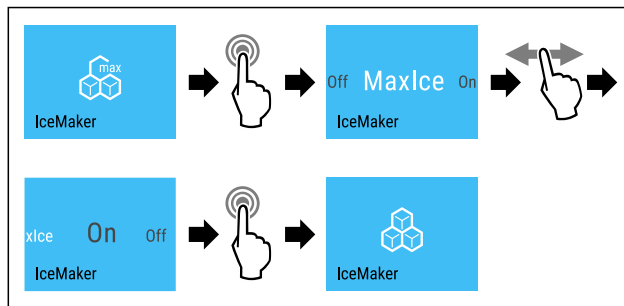

Fig. 19
- Eseguire i passaggi (vedere Fig. 19).